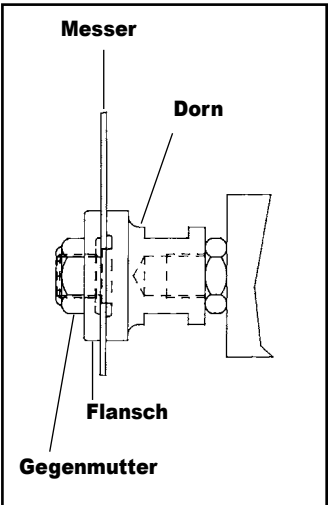

ABB. 2
- Standarddorn – Messer in den Dornansatz (Durchmesser = $\frac{5}{8}$ " (15,9 mm), siehe Abb. 2) einsetzen. Bauen Sie den Flansch mit der entlasteten Seite zum Messer hin ein. Schrauben Sie anschließend die Gegenmutter auf. Ziehen Sie, während Sie einen Schraubenschlüssel (im Lieferumfang) an den flachen Seiten des Dorns ($\frac{7}{8}$ ") angesetzt haben, die Gegenmutter des Dorns fest. Das Messer muss vollständig auf dem Dornansatz sitzen und bündig zur Dornoberfläche liegen.
Detailansicht des Flanschs aus Abb. 2 und 3 auf der rechten Seite